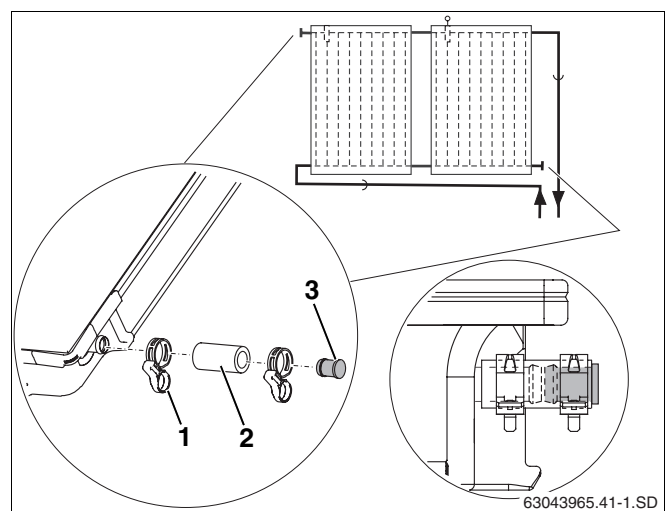

Fig. 21 Montage du bouchon plein et de la bride du compensateur
- Insérez les tubes solaires de 55 mm (fig. 21, **pos. 2**) avec le bouchon plein prémonté, sur les deux raccords libres du champ de capteurs.